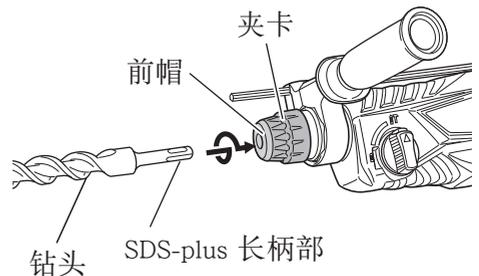

图 1
4. 安装钻头(图 1)
- (1) 清洁钻头柄。
- (2) 旋转钻头将其插入钻头夹盘直至锁紧。(图 1)
- (3) 拉钻头以检查是否完全插紧。